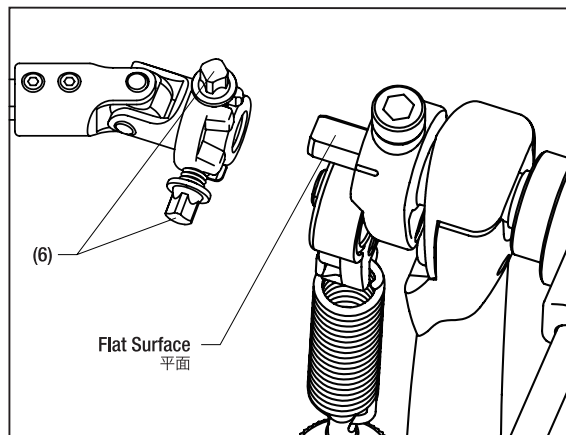
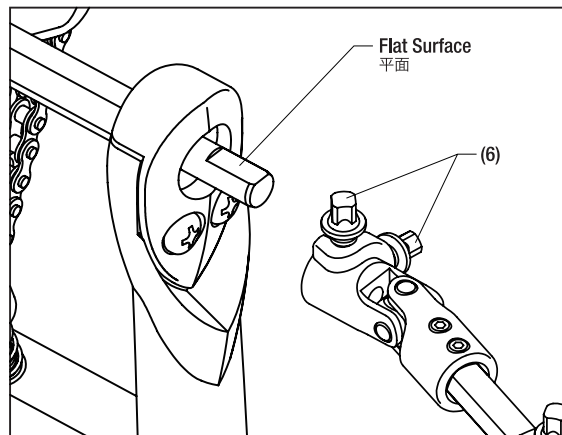

Fig.8a (図8a)
Fig.8b (図8b)
Attach the Connecting Rod to the left and right pedal cam shafts. To the right pedal (as seen by the player), attach the cam shaft so that the square-headed bolts (6) at the end of the Connecting Rod are positioned as shown in Fig.8a, and use the Drum Hammer to tighten the bolts. In the same way, fasten the rod to the cam shaft for the left pedal (Fig.8b). When the assembly is done, adjust the distance between the left and right pedals. Loosen the square-headed bolt (7) with a Drum Hammer, and adjust the Connecting Rod to a desired length. Once the desired position is determined, tighten the square-headed bolt A to secure it.
コネクティングロッドを左右のペダルのカムシャフトに取り付けます。奏者側向かって右のペダルには、コネクティングロッド端の角頭ボルト(6)が(図8a)のような位置関係でカムシャフトに付くよう取り付け、ボルトをドラムハンマーで固定してください。左側のペダルも同様にカムシャフトとロッドを固定してください(図8b)。組立が終わったら、左右のペダルの間隔を調整します。角頭ボルト(7)をドラムハンマーで緩め、コネクティングロッドを好みの長さに調整してください。好みの位置が決まったら角頭ボルト(7)を締め固定します。